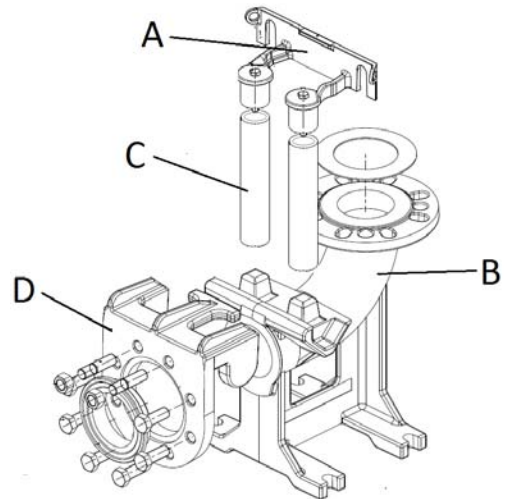

Abb. 5
- Den Verankerungs-Bügel der Rohrführungen (Abb. 5 - Pos. A) am Rand des Beckens befestigen.
- Den Stützfuss zur automatischen Koppelung (Abb. 5 - Pos. B) am Boden des Abflussschachtes positionieren und mittels dem Senkblei überprüfen, dass die konischen Vorsprünge zum Einstecken der Rohrführungen mit den entsprechenden Vorsprüngen des Verankerungs-Bügels des Beckenrandes perfekt rechtwinklig sind. Es ist auch die Ebenheit mittels einer Wasserwaage zu überprüfen.
- Die Position der Ösen am Stützfuss markieren und dann die exakte Länge der Führungsrohre messen (Abb. 5 - Pos. C).
- Den speziellen Gleitflansch (Abb. 5 - pos. D) auf die Auslassöffnung der Pumpe montieren und das Seil oder die Kette an die Griffe oder Schlitze am oberen Teil des Gehäuses anhaken.